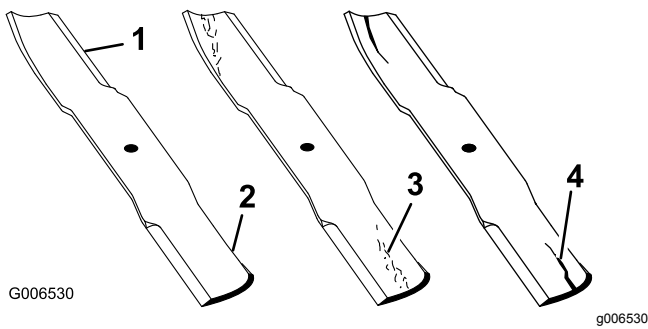

Bild 132
2. Prüfen Sie die Schnittkanten des Messers sorgfältig, insbesondere dort, wo die geraden Flächen die gebogenen berühren, siehe Bild 132.
Hinweis: Da Sand und anderes reibendes Material das Metall abschleifen kann, das die flachen und die gebogenen Teile verbindet, müssen Sie das Messer vor jedem Einsatz des Rasenmähers prüfen. Wenn Sie Abnutzungen feststellen, sollten Sie das Messer auswechseln (Bild 132).